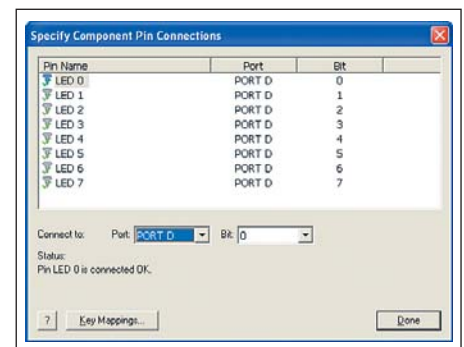

Рис. 3. Выпадающее меню окна LEDs («Светодиоды»)
- В выпадающем меню окна LEDs («Светодиоды») выберите пункт Component Connections. В меню Connect to Port («Соединение с портом») выберите PORT D (светодиоды демонстрационной платы 44-pin Demo Board выведены на PORT D). Данный диалог должен принять вид, который представлен на рис. 3.